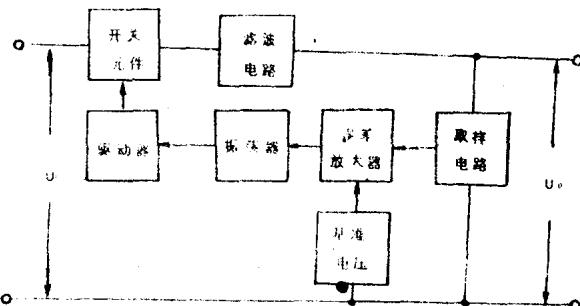

图 2 他激式
(2) 他激式开关稳压电源,如图 2 所示,他激式开关稳压电源必须附加一个振荡,振